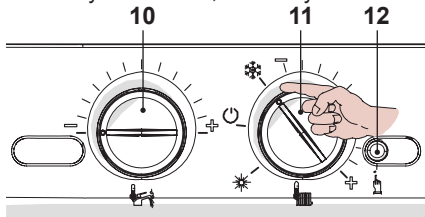

Рисунок 5.45
- Прежде чем включить электропитание котла, установите регулятор 11 в соответствии с указаниями, см. Рисунок 5.45.
- Чтобы настроить работу котла в режиме защиты от легионеллы, войдите в режим программирования, нажав и удерживая в течение 15 секунд кнопку перезапуска 12, см. Рисунок 5.45, пока на ЖК-дисплее не появится параметр **P01**; На ЖК-дисплее последовательно отобразятся следующие символы (параметр **P01** будет загораться поочередно с ---).
- Нажмите кнопку перезапуска 12, см. Рисунок 5.45, и пролистайте параметры до **P17**, предназначенного для настройки функции защиты от легионеллы. На ЖК-дисплее последовательно отобразятся следующие символы (параметр **P17** будет загораться поочередно с цифрой 01).